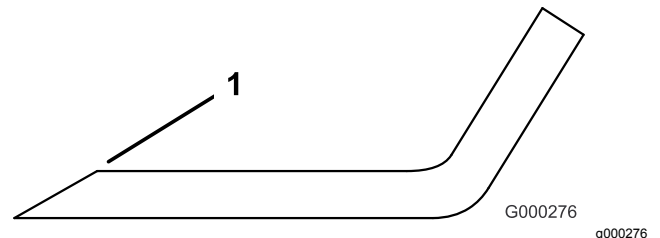

図 78
3. すべてのブレードの刃先を点検し、刃先が丸くなっていたり打ち傷がある場合には研磨する 図 78。
**注** 研磨は刃先の上面だけに行い、刃の元々の角度を変えないように十分注意する 図 78。両方の刃先から等量を削るとブレードのバランスを維持することができます。